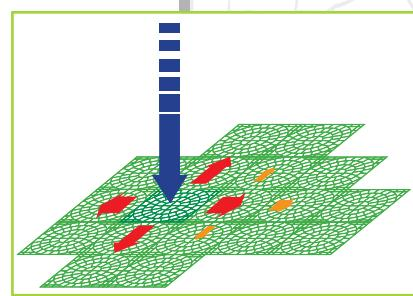

Fig. 22
- l'efficace sistema modulare ad incastro "maschio - femmina", le unghie di bloccaggio e la finitura rugosa, permettono una uniforme partizione del carico (Fig. 22) e ne garantiscono l'allineamento originario.